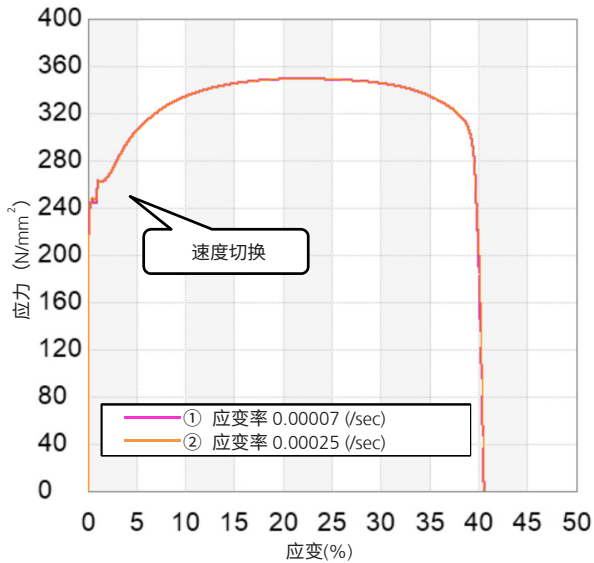

图 5 应力-应变线状图
表 4 所示为试验结果，图 5 所示为应力 - 应变线状图。采用 ① 或 ② 的试验速度时，检测结果相近。